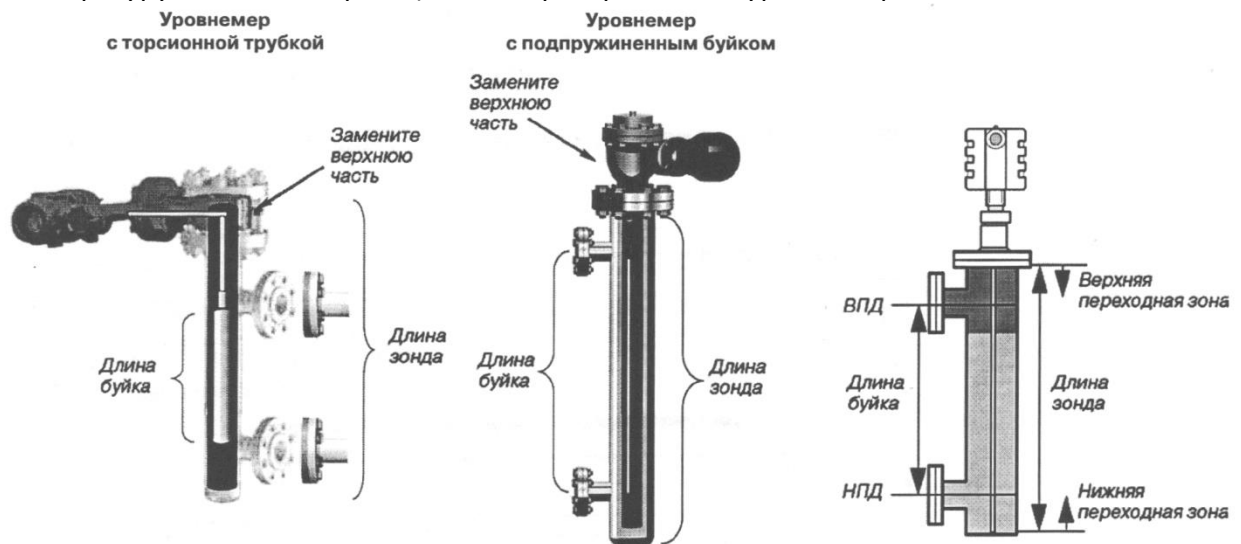

Рис. 2. Определение типа буйкового уровнемера.
4. По рис.2 определите тип буйкового уровнемера: с торсионной трубкой или с подпружиненным буйком.
5. Определите длину зонда. Длина зонда определяется расстоянием от опорной поверхности фланца до дна камеры (внутренняя полость камеры), как показано на рис.2 и в табл. 1. Зонд должен быть практически равен длине камеры, но при этом не должен ка-